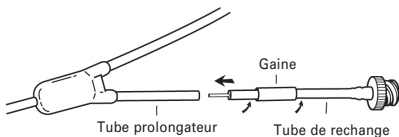

Fig. 12
3. Le tube de rechange possède une canule métallique préchargée. Avec un mouvement de rotation, introduire la canule métallique dans le tube prolongateur jusqu'à ce que le tube de rechange se trouve à environ 2 à 3 mm du tube prolongateur. (Fig. 12)